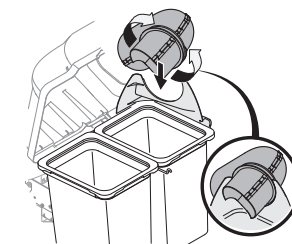

Figure 29
4. Placez la goulotte par-dessus le coude jusqu'à ce que la rainure s'aligne avec le montant de la goulotte supérieure comme illustré dans l'encadré Figure 29.